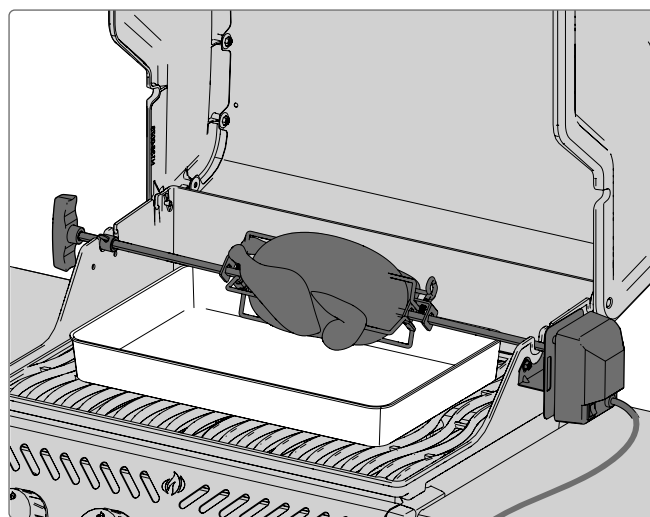

Fig. 15
- Zorg ervoor dat u altijd een gelijkmatig verdeelde lading op uw rotisserie plaatst (**Fig. 15**).